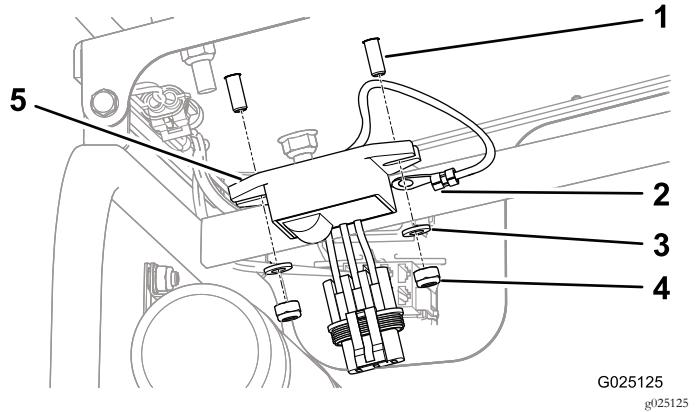

Figura 6
- En la parte inferior de la base del asiento, alinee el regulador con los tornillos (Figura 6).
- Alinee el cable de tierra del regulador sobre una ranura de montaje y sujetelo y el regulador instalando una arandela (6 mm) y una contratuerca (6 mm) sobre el tornillo (6 x 20 mm) correspondiente; consulte la Figura 6.
- Sujete el otro lateral del regulador instalando una arandela (6 mm) y una contratuerca (6 mm) en el otro tornillo (6 x 20 mm); consulte la Figura 6.